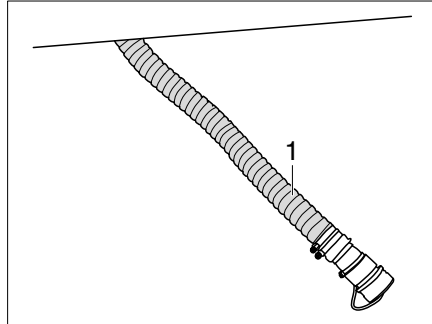

Fig. 374 Vider la cassette des toilettes avec broyeur
- Décrocher le tuyau de vidange (Fig. 374,1) sous le véhicule et l'amener jusqu'à la station de vidange.
- Laisser le tuyau de vidange (Fig. 374,1) dans la station de vidange.
- Ranger le tuyau de vidange (Fig. 374,1) sous le véhicule.